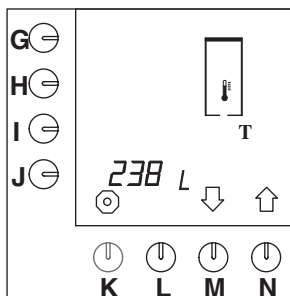

Fig. 49 Totaalteller heetwatersysteem
- Druk op selectietoets (N.) tot fig. 49 in het display verschijnt.